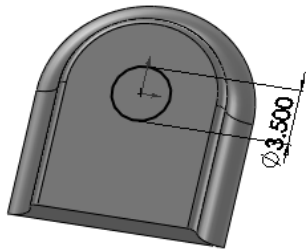

图 10-180 绘制草图
⑨ 绘制草图。在实体上选择图 10-179 所示的面作为基准面，单击“草图”控制面板中的 $\odot$ （圆）按钮，在基准面上绘制一个圆，圆心与原点重合，标注直径智能尺寸，如图 10-180 所示，单击 $\square$ （退出草图）按钮。